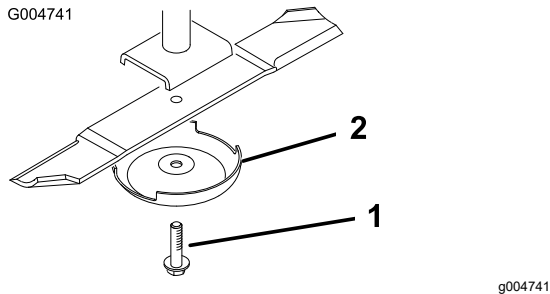

Figure 143
3. Enlevez le boulon, la coupelle de protection et la lame de l'axe de pivot (Figure 143).